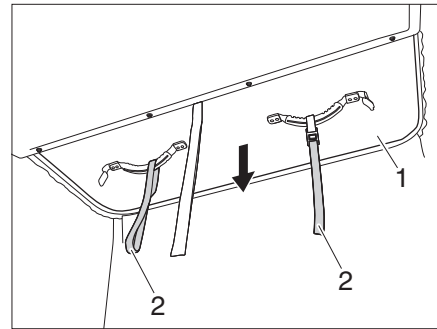

Bild 25 Aufstelldach nach unten ziehen
- Aufstelldach (Bild 25,1) mit Blick in Richtung Heck an den Ziehvorrichtungen (Bild 25,2) **langsam** nach unten ziehen und beobachten, ob der Stoffbalg sauber nach innen fällt.